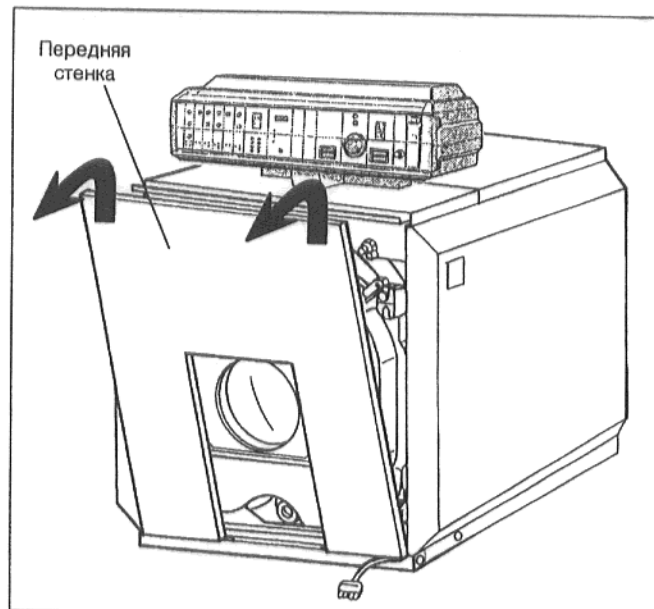

рис. 44
- Приподнять переднюю стенку и снять ее, подав вперед (рис. 44).